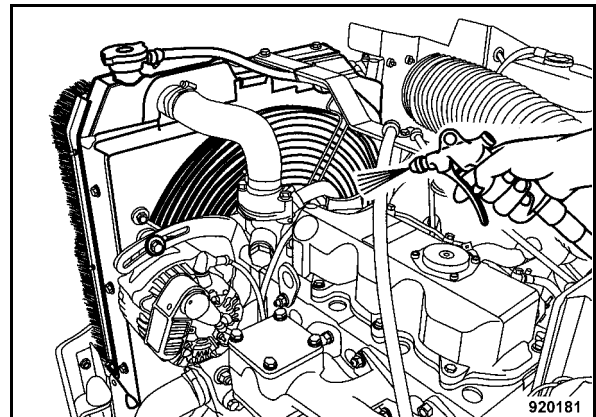

Fig. 99
- Limpiar los conductos de aire refrigerante soplando con aire comprimido desde el lado del aire de salida (Fig. 99).